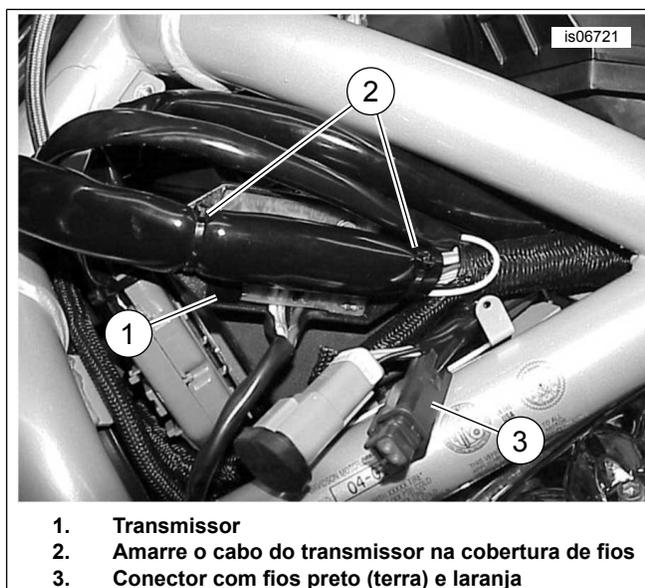

Figura 12. Montagem do transmissor (Somente V-Rod 2002 e 2003)
2. Veja a Figura 12. Use as abraçadeiras para fixar o transmissor (1) na cobertura de fios da motocicleta (2) como exibido. Vá para a seção **Conexão do chicote de fios**.